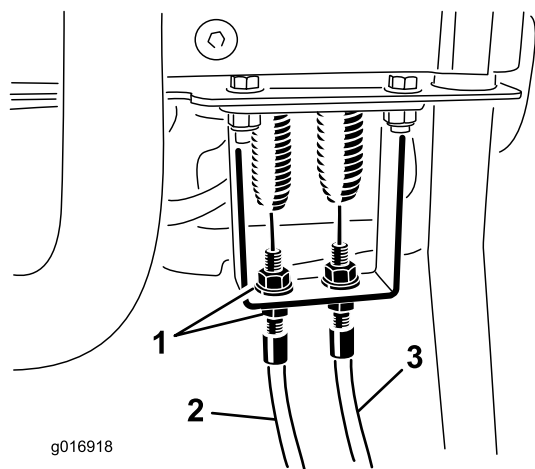
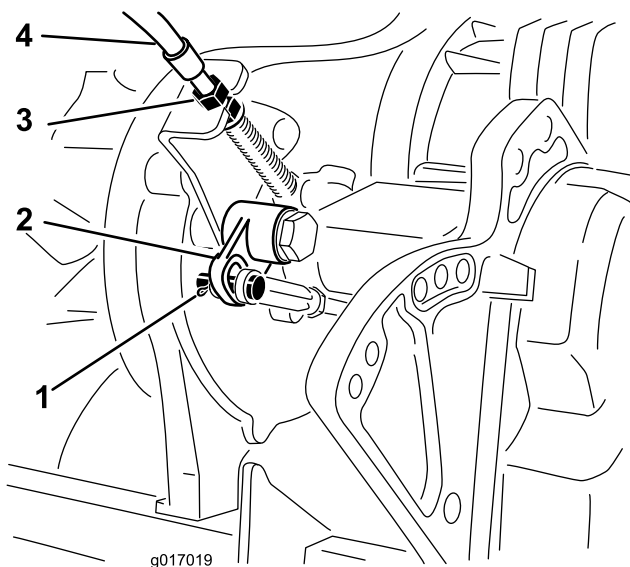

Figure 45
Figure 46
2. Vérifiez si le câble de commande de déplacement est détendu au niveau du ressort d'extension (Figure 45). S'il est détendu, ajustez les écrous de blocage au niveau du tablier (Figure 46) pour supprimer le mou du câble sans étendre le ressort.
4. Retirez la goupille fendue et l'axe de chape qui fixent la tige du levier coudé au levier coudé. Détachez la chape du levier coudé (Figure 46).
7. Au niveau du tablier de la transmission (Figure 46), ajustez les écrous de blocage du câble pour augmenter
8. En réglant le câble au niveau du tablier du panneau de commande, réglez les écrous de blocage de manière à éliminer le mou éventuel du câble sans étendre le ressort (Figure 45).
3. Au niveau du tablier de panneau de commande, desserrez le câble de commande du cylindre pour détendre le câble (Figure 45).